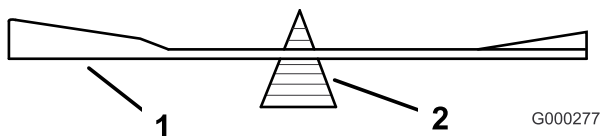

Figura 55
2. Verifique el equilibrio de la cuchilla colocándola sobre un equilibrador de cuchillas (Figura 55). Si la cuchilla se mantiene horizontal, está equilibrada y puede utilizarse. Si la cuchilla no está equilibrada, rebaje algo del metal en la parte de la vela solamente (Figura 53). Repita este procedimiento hasta que la cuchilla esté equilibrada.